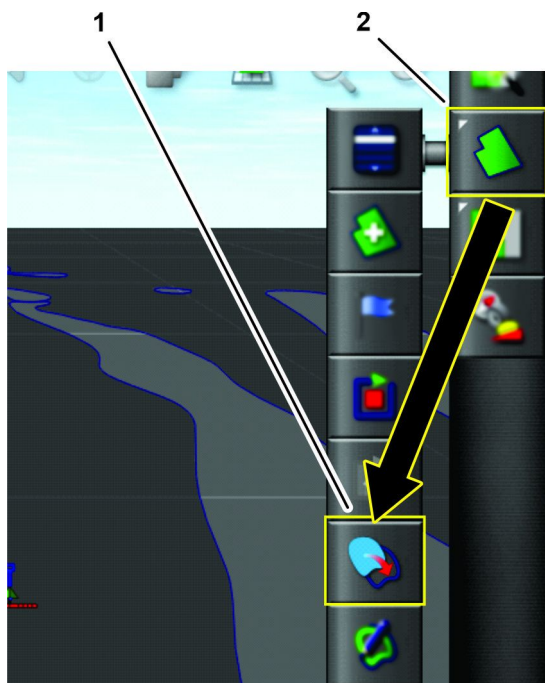

图 73
4. 按场地菜单图标然后按从形状文件创建边界图标 图 73。